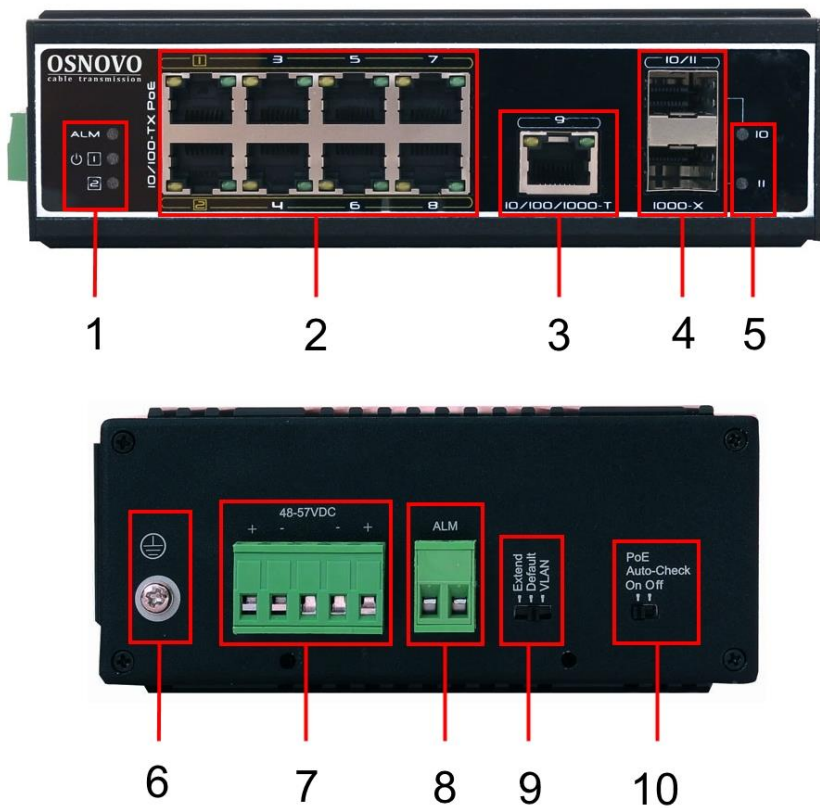

Рис. 3 Панели подключения коммутатора SW-60812/I
- Для обеспечения функционирования встроенной грозозащиты необходимо надежно заземлить корпус коммутатора (6) рис.3.